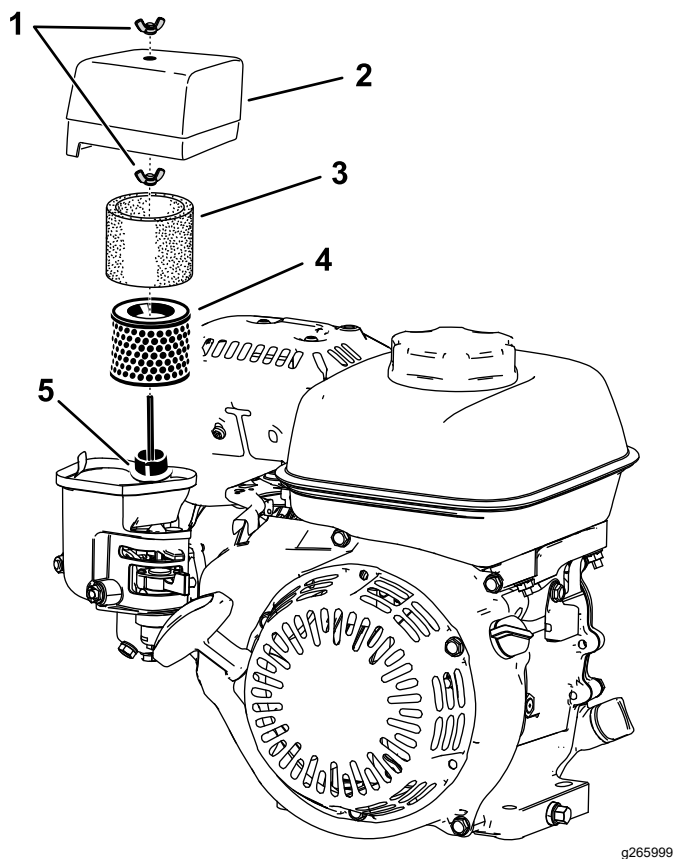

Figura 33
2. Retire la tuerca de orejeta que fija la cubierta del limpiador de aire (Figura 33).